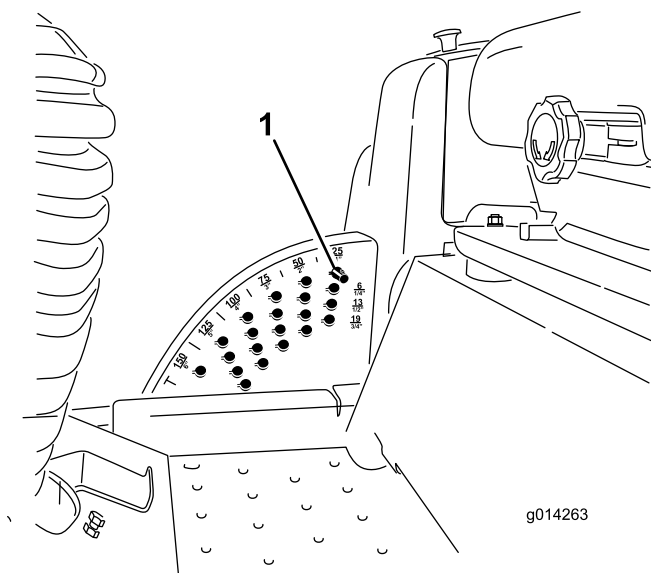

Bild 6
1. Ziehen Sie den Mähwerkhubhebel bei laufendem Motor zurück, bis das Mähwerk ganz angehoben ist, und lassen Sie den **Hebel sofort los** (Bild 6).
2. Drehen Sie zum Einstellen den Anschlagstift so lange, bis die Linien am Spannstift mit den Schlitten in den Löchern in der Schnitthöhenhalterung ausgerichtet sind. Nehmen Sie ihn dann ab (Bild 6).
3. Wählen Sie ein Loch in der Schnitthöhenhalterung, das der gewünschten Schnitthöhe entspricht, stecken Sie den Stift ein und drehen Sie ihn ein, um ihn zu arretieren (Bild 6).
Hinweis: Es gibt vier Reihen der Lochpositionen (Bild 6). Die oberste Reihe ergibt die Schnitthöhe, die über dem Stift steht. Die zweite Reihe ergibt die Schnitthöhe plus 6 mm. Die dritte Reihe ergibt die Schnitthöhe plus 12 mm. Die unterste Reihe ergibt die Schnitthöhe plus 18 mm. Für die Stellung von 15,8 cm gibt es nur ein Loch, das in der zweiten